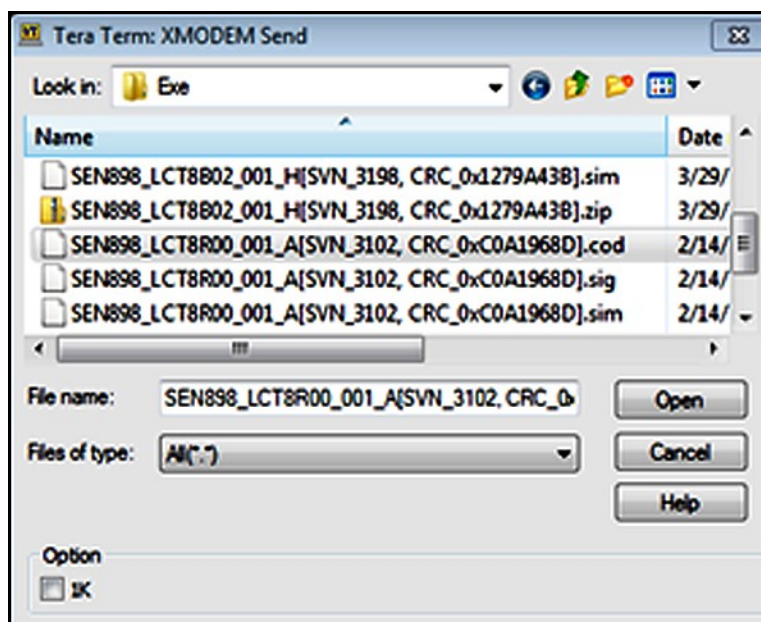
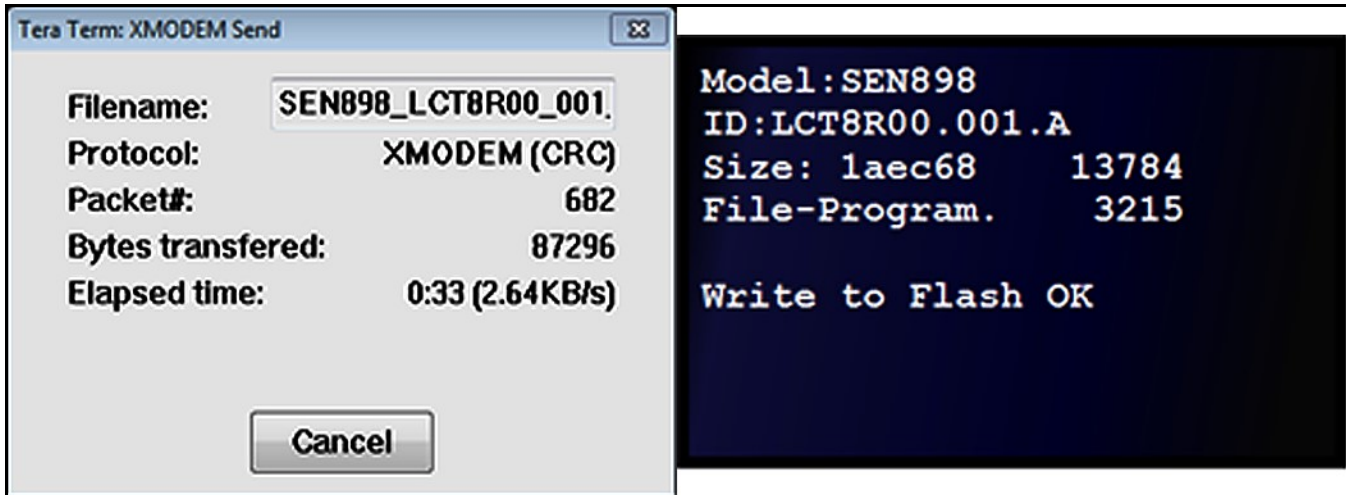

Abbildung 79: Dateiauswahlfenster XMODEM Send File
Abbildung 80: XMODEM-Sendestatus (links) und Anzeige des Dateiempfangsstatus auf dem Messgerät (rechts)
6. Wenn das Dateiauswahlfenster *Tera Term: XMODEM Send* geöffnet wird (siehe *Abbildung 79* unten), wählen Sie die Datei mit der Erweiterung *.cod* von Ihrem PC aus. Nachdem Sie die Datei mit der Erweiterung *.cod* ausgewählt haben, klicken Sie auf **Open**, und das in *Abbildung 80 auf Seite 98* auf der linken Seite gezeigte Statusfenster wird geöffnet. Zu diesem Zeitpunkt zeigt das Messgerät den *Status des Dateiempfangs* an (siehe rechte Seite in *Abbildung 80 auf Seite 98*).